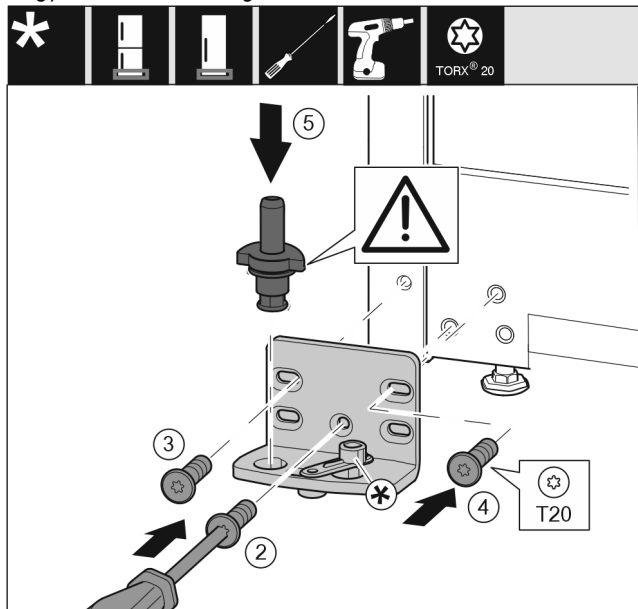

Fig. 14
- ▶ Helyezze fel a csapágybakot a másik oldalra, és húzza meg T20 csavarhúzóval. Alul közepén a 2 számmal jelölt csavarral kezdjen. Fig. 14 (2)
- ▶ Húzza meg a 3 és 4 számmal jelölt csavart. Fig. 14 (3,4)
- ▶ Helyezze be teljesen a csapszeget. Közben figyeljen arra, hogy a bekattanó bütyök hátrafelé mutasson. Fig. 14 (5)